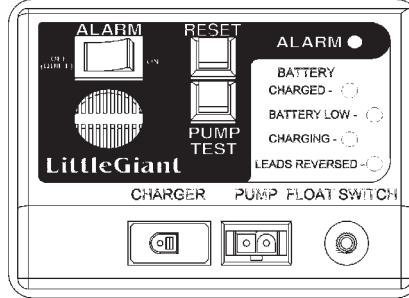

Figure 1
2. Refer to the control unit shown in Figure 1 for the locations of the indicator lights, switches, fuse and sockets.
2. Consulter l'illustration du boîtier de commande à la Figure 1 pour trouver l'emplacement des voyants lumineux, des interrupteurs, du fusible et des douilles.